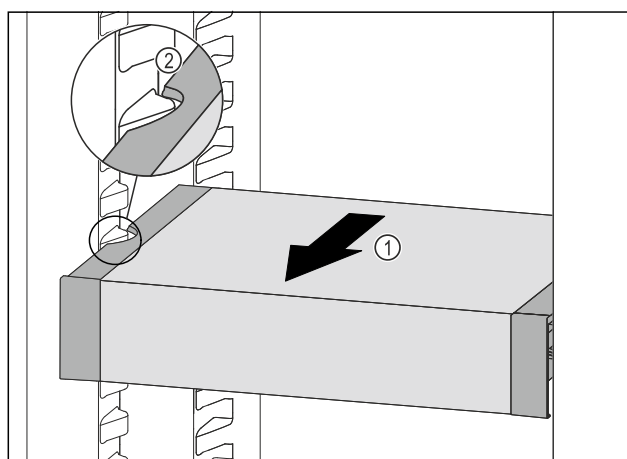

Fig. 140
- Táhněte VarioSafe dopředu Fig. 140 (1), dokud nebudou boční vybrání VarioSafe na úrovni žebrování na nádoby v chladniče. Fig. 140 (2)